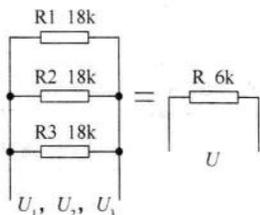

图 1—5 电阻器的并联
(2) 电阻器的并联及其作用。把 2 个或 2 个以上的电阻并排地连在一起，电流可以从各条途径同时流过各个电阻，这就是电阻的并联。如将图 1—5 中的三个电阻并联，其结果就相当于电阻截面积加大，总电阻值减小。